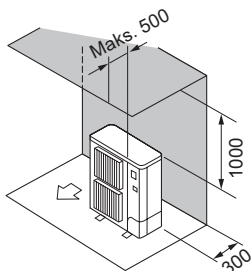

Fig. 2-7
- ② Miejsce ograniczone tylko z tyłu i od góry (Fig. 2-7)